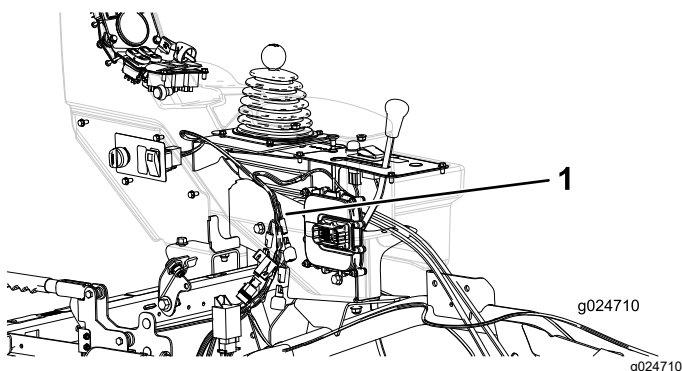

Figura 6
2. Encaminhe a cablagem para a consola lateral (Figura 6).